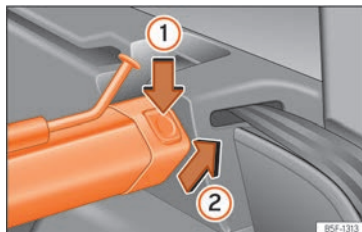

Fig. 140 En el maletero: desmontar la red de separación.
- Presione la tecla de desbloqueo izquierda o derecha »» fig. 140 en el sentido de la flecha ①.
- Extraiga la carcasa del soporte en el sentido de la flecha »» fig. 140 ②.
- Presione la carcasa en los soportes izquierdo y derecho en el sentido contrario al de la flecha »» fig. 140 ② hasta que encastre.